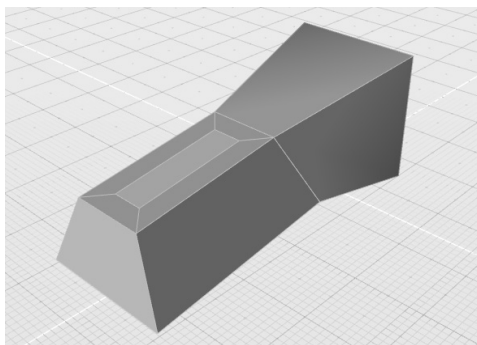

图 6-22 在面上插入新面
8) 或按住〈Shift〉键，同时拖曳黄色虚线，在该面上插入新的多边形面，如图 6-22 所示。